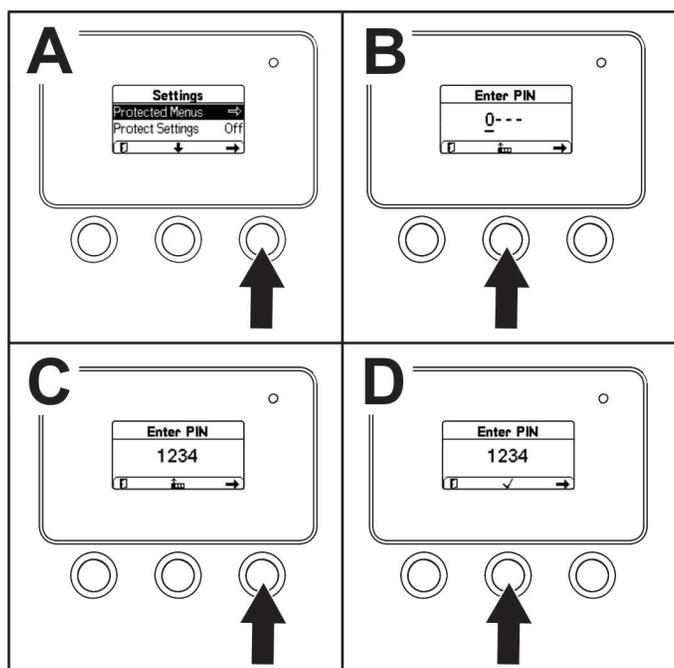

Рисунок 14
- В меню SETTINGS (НАСТРОЙКИ) с помощью средней кнопки прокрутите меню вниз к пункту PROTECTED MENU (ЗАЩИЩЕННОЕ МЕНЮ), и нажмите правую кнопку (Рисунок 14А).
- Чтобы ввести ПИН-код, нажмите среднюю кнопку и удерживайте ее в нажатом положении до появления первой цифры, затем нажмите правую кнопку, чтобы перейти на следующую цифру (Рисунок 14В и Рисунок 14С). Повторяйте этот пункт до тех пор, пока не будет введена последняя цифра, затем нажмите правую кнопку еще раз.